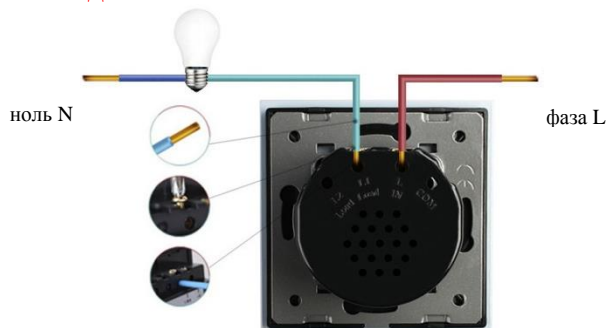

Рисунок 1
3. Схема подключения выключателя на рис. 1
4. Схема подключения выключателя на рис. 1